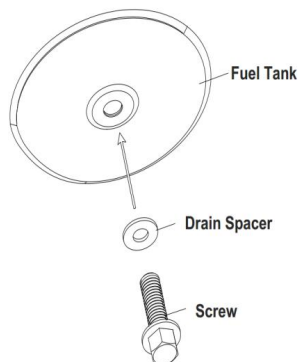

Fig. 7 Réinstallation du bouchon de vidange
4. Pour le remplacer, poussez complètement la tête de vidange dans le trou de vidange et fixez-la en poussant complètement le capuchon d'étanchéité dans le trou de la tête (voir Fig. 7).